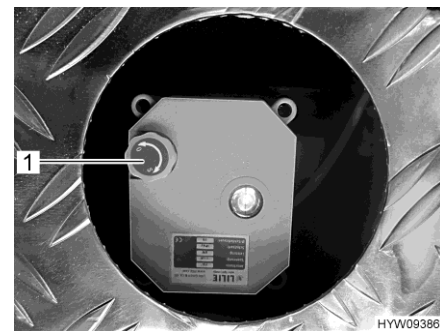

Bild 205 Handrad (Ablassventil)
- Zum Öffnen des Ablassventils Handrad (Bild 205,1) nach oben ziehen und entgegen dem Uhrzeigersinn bis zum Anschlag drehen. Die Drehrichtung (O für Öffnen, S für Schließen) ist auf dem Handrad gekennzeichnet.
- Zum Schließen des Ablassventils Handrad (Bild 205,1) nach oben ziehen und im Uhrzeigersinn bis zum Anschlag drehen.